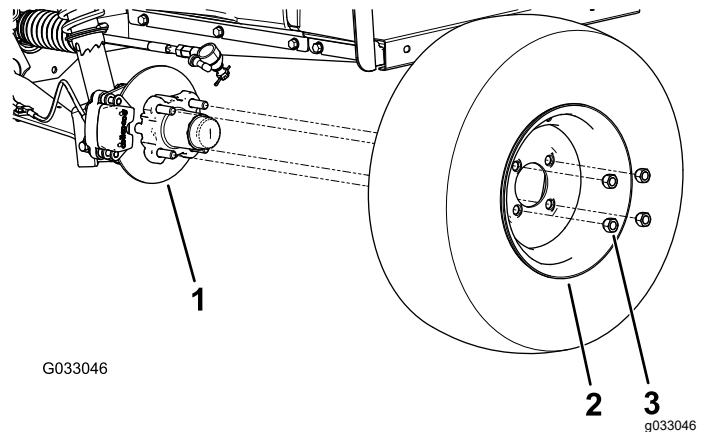

Figure 31
2. Retirez les 4 écrous de roue qui fixent la roue au moyeu (Figure 31).
4. Alignez les trous dans la roue et les goujons du moyeu puis montez la roue sur le moyeu en plaçant la valve à l'extérieur (Figure 31).
5. Fixez la roue au moyeu avec les écrous de roue (Figure 31). Serrez les écrous de roues à un couple de 108 à 122 N·m.